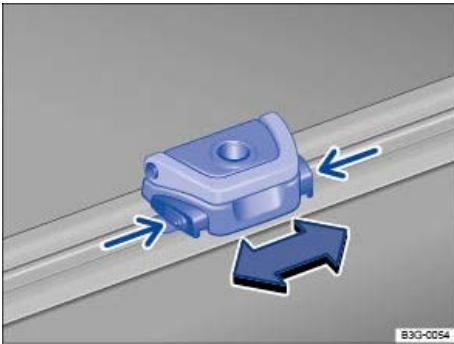

Abb. 135 Im Gepäckraum: Verzurrösen einstellen und ausbauen.
- Die Tasten an der Verzurröse ⇒ Abb. 135 (kleine Pfeile) gleichzeitig drücken und gedrückt halten.
- Die Verzurröse wie dargestellt ⇒ Abb. 135 an der gewünschten Position auf die Schiene setzen und die Tasten loslassen.
- Tasten an der Verzurröse ⇒ Abb. 135 (kleine Pfeile) gleichzeitig drücken und gedrückt halten.
- Verzurröse in die gewünschte Richtung ⇒ Abb. 135 verschieben und die Tasten an der gewünschten Position wieder loslassen.